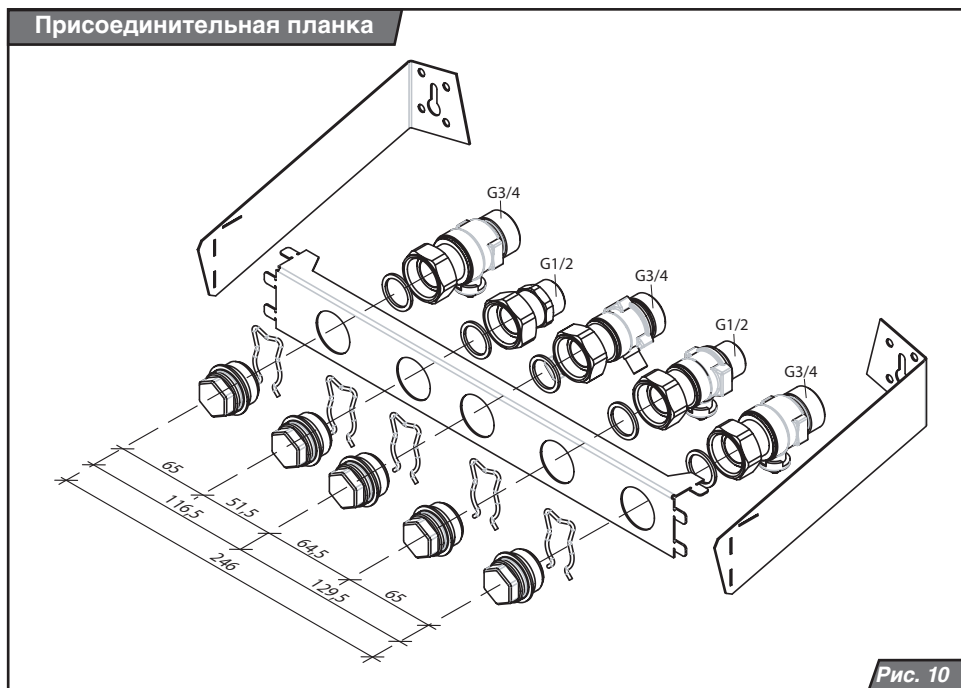

Рис. 10
1. Присоединительная планка, № в каталоге 0020038446 (рис. 10)